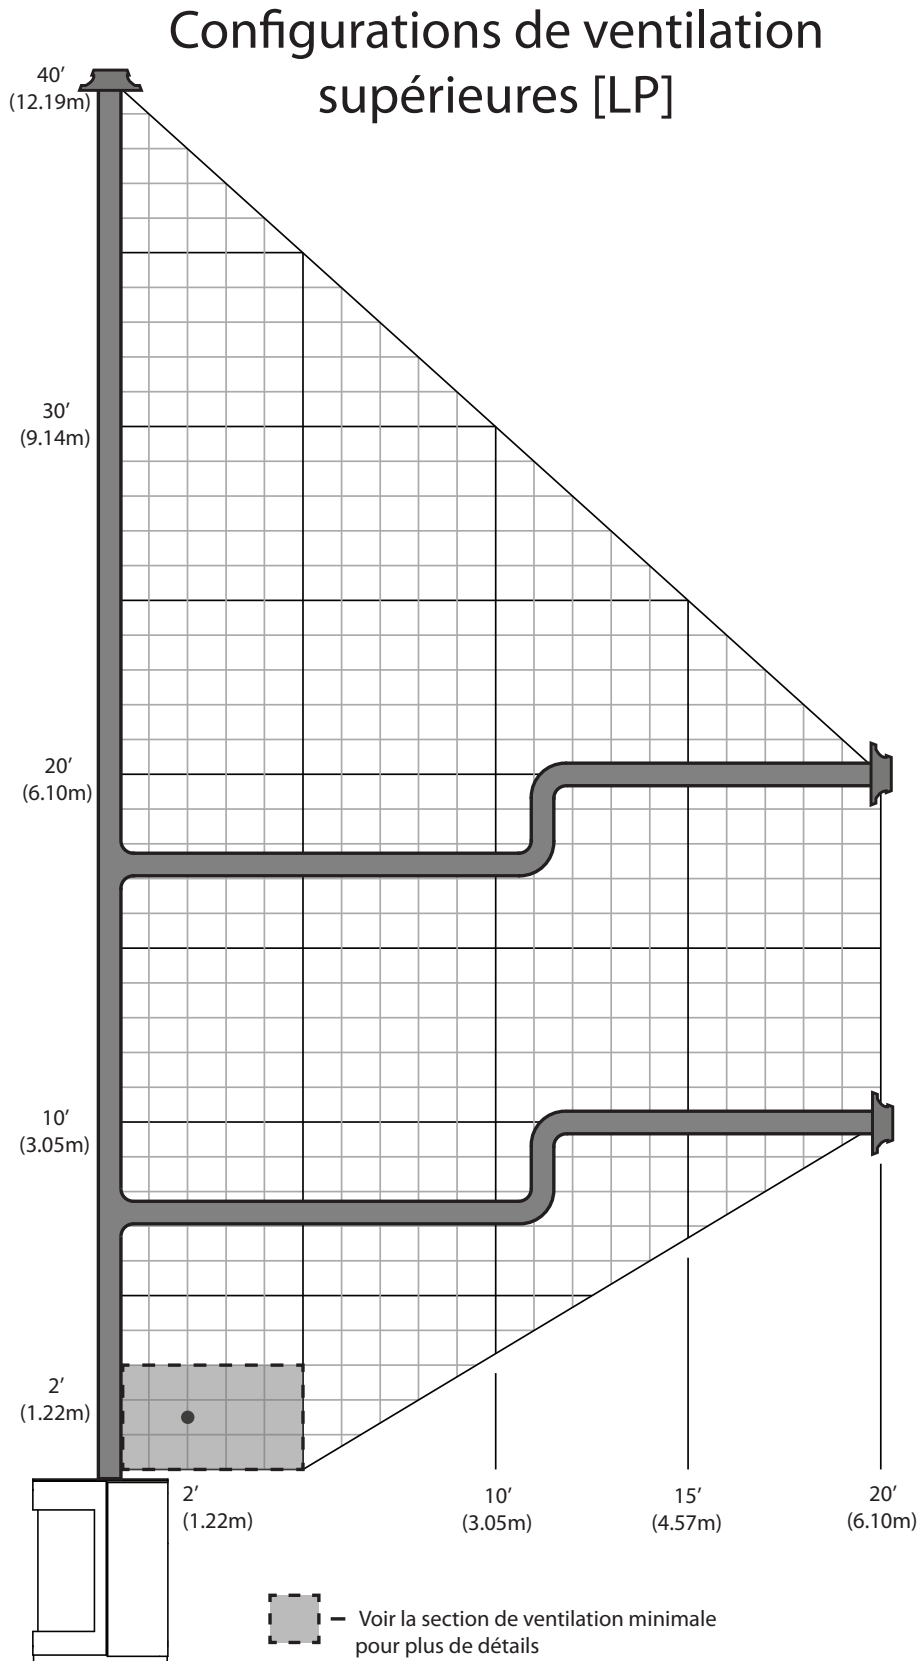

Figure 54: Configurations de ventilation supérieure - Propane
Les tableaux suivants montrent la gamme d'options de ventilation disponibles pour les configurations de ventilation supérieure utilisant des terminaisons verticales ou horizontales en conjonction avec 0 - 3 coudes à 90° dans le plan vertical. Avoir le moins de coudes est idéal car ils limitent le flux d'air. La longueur totale du tuyau d'évent horizontal ne peut pas dépasser 20ft (6.1m) et la longueur verticale totale ne peut pas dépasser 40ft (12.2m). N'importe quelle combinaison de montée et de descente peut être utilisée tant qu'elle se situe dans les zones ombrées des graphiques suivants. Un total de trois (3) coudes à 90° ou six (6) 45° les coudes peuvent être utilisés comme indiqué dans Figure 54 & Figure 53. En plus de ce qui est montré, si un coude à 90° est utilisé dans le plan horizontal, 3 pieds (91.4cm) doivent être soustraits de la course horizontale admissible (pour chaque coude à 45°, il faut soustraire 1.5 pieds (45.7cm)).